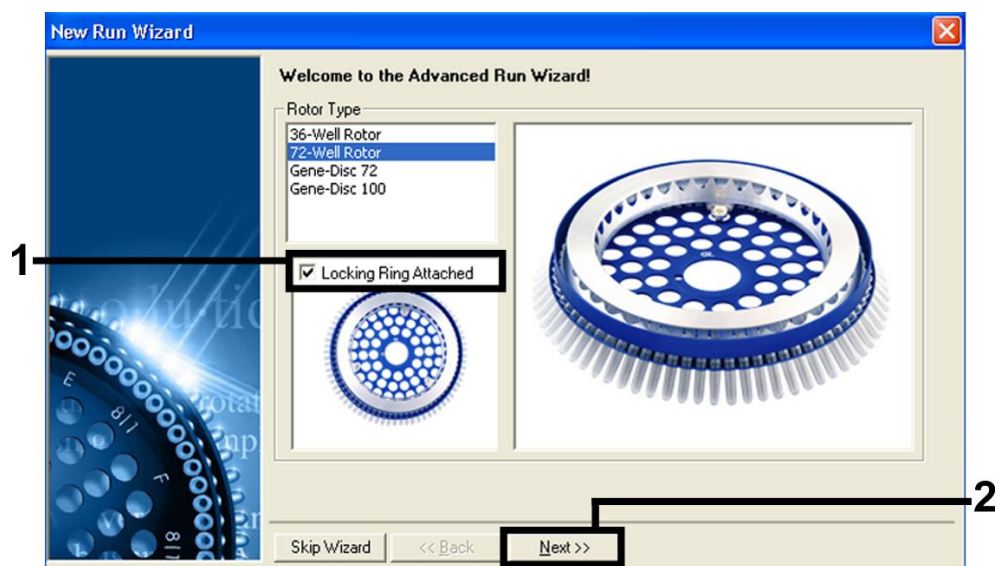

Figura 1. Finestra di dialogo "New Run Wizard".
7. In primo luogo, aprire la finestra di dialogo **New Run Wizard** (Nuovo Wizard analisi) (Figura 1). Spuntare la casella **Locking Ring Attached** (Anello di bloccaggio collegato) e cliccare su **Next** (Avanti).